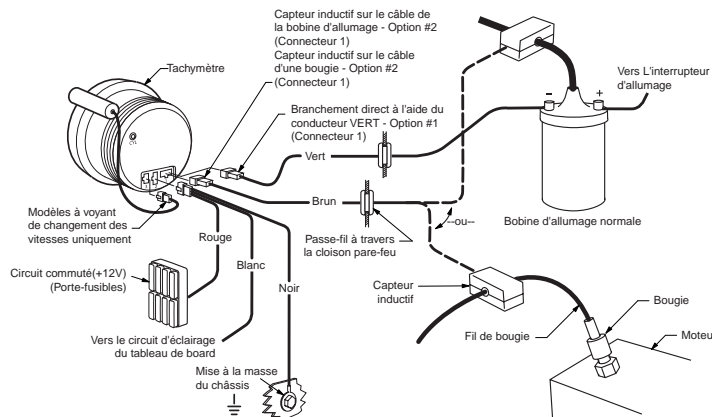

Figure 3
1. Branchez le conducteur VERT sur le **côté négatif** de la bobine d'allumage ou sur un **point producteur de signal** convenable pour le tachymètre (voir la Figure 3).
1. Branchez le capteur inductif sur le câble de la bobine d'allumage tel que décrit ci-après (voir la figure 3):
1. Branchez le capteur inductif sur le câble d'une bougie en procédant comme suit (voir la Figure 3) :